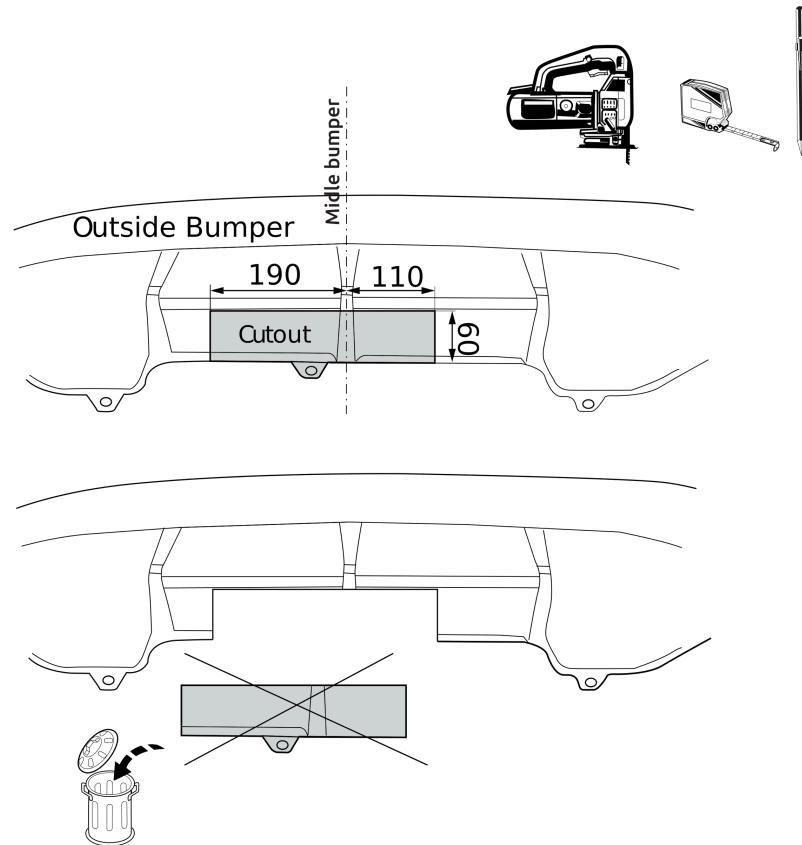

Fig. 4
- Выпилить часть из бампера в середине снизу, как указано на рис. 4.